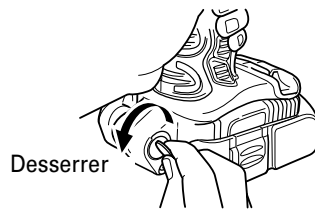

Fig. 6
- (a) Tenir fermement le boîtier de l'outil et retirer la vis à l'aide d'un tournevis pour écrou à fente ou d'une pièce de monnaie. (Fig. 6)
(c) Fixer le crochet et le ressort de l'autre côté et serrer à fond avec la vis. (Fig. 6)